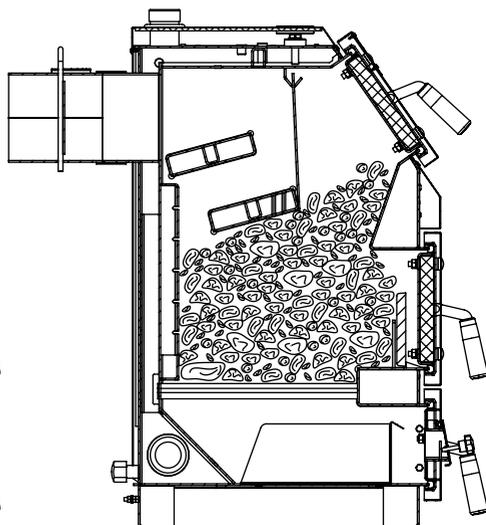

Рис.7 Заполнение котла топливом для режима длительного горения
8.4.6. После достижения желаемой температуры теплоносителя в котле уменьшите количество подводимого воздуха закрытием заслонки на дверце (поз. 16). Мощность котла в грубых пределах регулируется с помощью изменения тяги поворотом задвижки (поз. 18) в дымоходе. Тонкая регулировка производится заслонкой (поз. 15). Дополните по необходимости топку топливом в зависимости от потребления тепла и интенсивности горения. Высота слоя должна быть равномерна по всей глубине топки. Для использования котла в режиме длительного горения, вычистите колосниковую решетку. Хорошо разожгите котел (п. 8.4.1 – 8.4.2), после чего заполните топку через загрузочную дверцу (поз. 12). В режиме длительного горения (рис. 7) допускается наполнение топки топливом до нижнего края заслонки теплообменника (поз. 27). Добавленное топливо хорошо разожгите, а затем снизьте мощность котла, уменьшая тягу путем прикрытия заслонок на дымоходе и дверце котла. Закрывая заслонку дымохода (поз. 18) не допускайте выхода дымовых газов в помещение котельной.